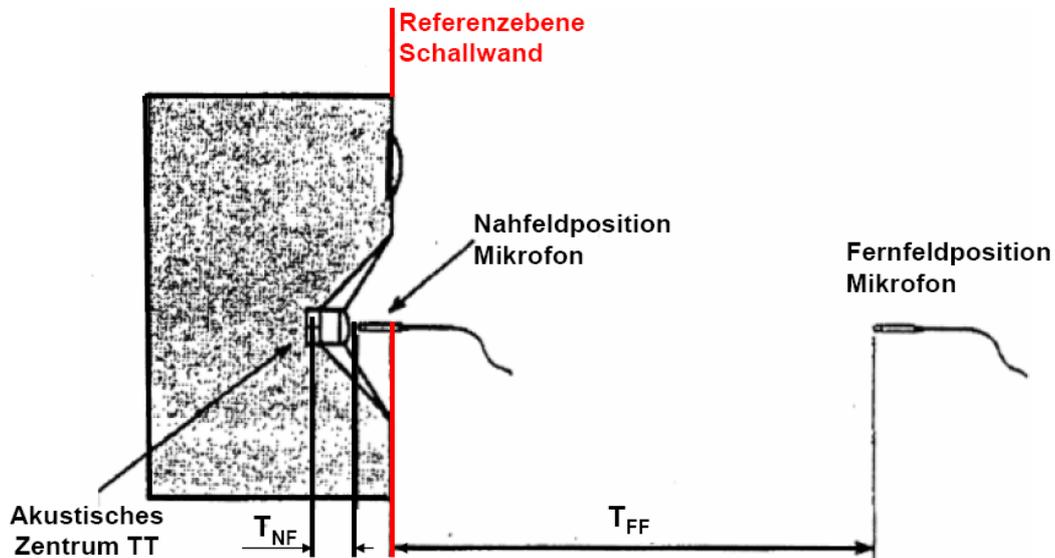

Bild 6.2.6: Positionierung des Mikrofons im Nah-, Fernfeld \*) s. Anmerkung 1
**Anmerkung 1:** In Bild 6.2.6 wird auf das so genannte „akustische Zentrum“ des Lautsprechers hingewiesen. Das bedeutet, dass die gewählte Bezugsebene und der Schallentstehungsort nicht zwangsläufig übereinstimmen. Deutlich wird dies bei der Auswertung von Impulsantworten. Der mit dem Zollstock gemessene Abstand und der aus der Laufzeit des Schalls ermittelte Abstand unterscheiden sich oft um einige cm (zur Ermittlung des Abstandes aus der Schalllaufzeit siehe auch Abschnitt 5.3.3, Punkt 2). Die Auflösung dieser Methode wird durch die Samplingrate der Soundkarte bestimmt (48kHz = 7,2mm, 96kHz = 3,58mm)